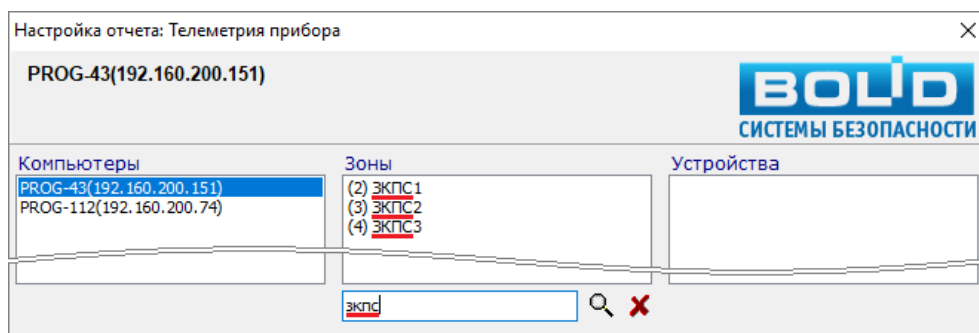

Рисунок 12-169 Результаты поиска заданного сочетания символов в поле "Зоны" отчета "Телеметрия прибора" на основании общих данных
- будут отображаться только элементы, соответствующие заданным условиям поиска, без выделения элементов в списке (см. Рисунок 12-169);